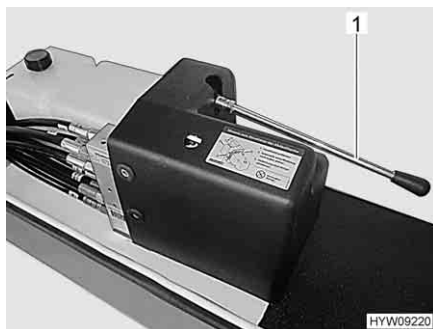

Fig. 41 Leva (comando di emergenza)
- Chiudere il piedino di stazionamento con la pompa manuale. A tale scopo, pompare con la leva (Fig. 41,1) fino alla chiusura del piedino di stazionamento.